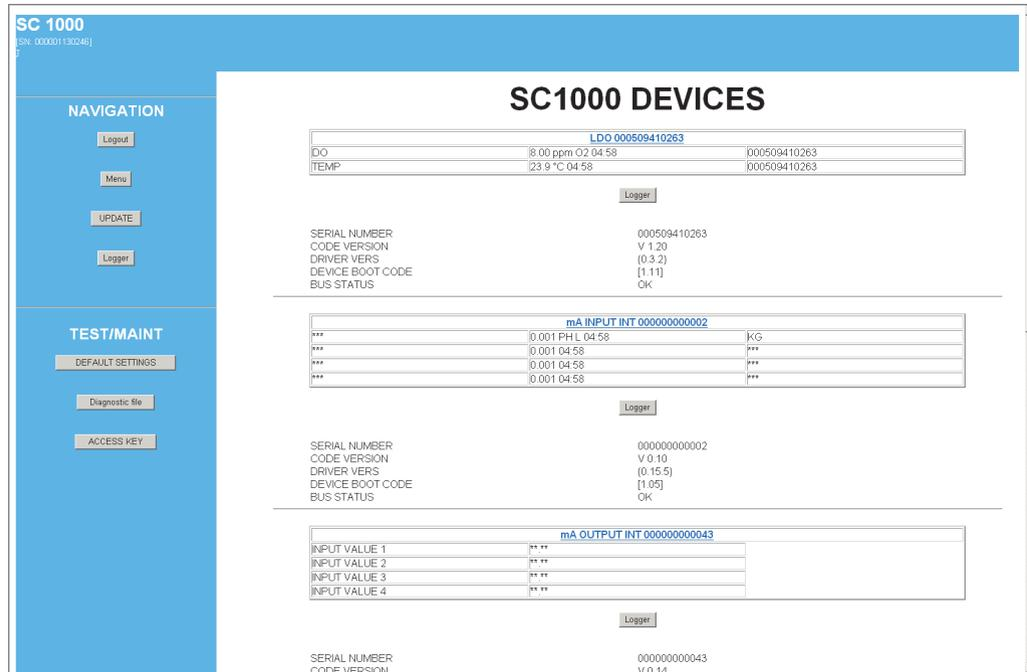

Figura 48 Tela de acesso do navegador
6. A tela de acesso do navegador é exibida (Figura 48 e Tabela 20).